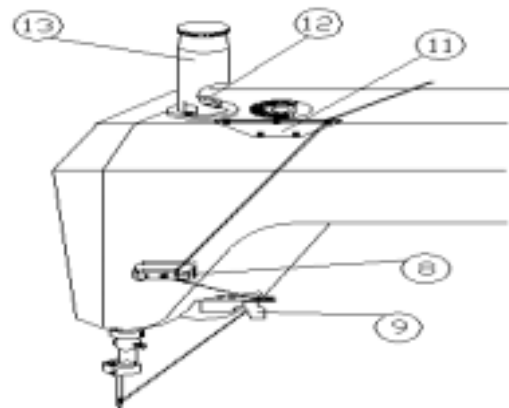
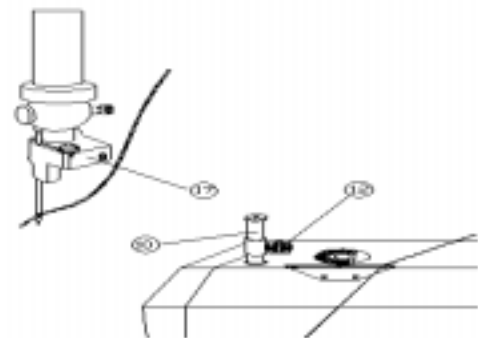

Fig. 2
Fig. 3
- Suba la aguja de máquina, y realice su cara de surco al operador. Monte la lengua de ojo - portada (18), y haga la punta de la lengua debajo del surco de la aguja aproximadamente 0.8 - 1.2 mm. Fig. 2.
- Sujete el final del thread a mano y logre pasar a través del unidad de tensión de thread - frenado y luego el cúter de thread como mostrar en Fig. 3. Presione el pedal ligeramente hacia atrás con el tacón, que la lengua levantará y la ranura de la aguja abrirá. Ponga el thread en el surco de la aguja. Fig. 2.
- El thread debe salir de la tensión la primavera (8) y pasar el cúter (9) situado bajo la cabeza, como mostrar en Fig. 2. Jálalo a la izquierda a a maximum of 90 centímetros. Cada enhebrar debe exceder esta longitud nunca.
- Enhebrar máquina sin mecanismo lengua - levantar con el movimiento manual. Bring la máquina en la posición enhebrando presionando el pedal (6) abajo con el tacón. En este puesto, use la mano derecha para levantar la gorra graduable (10) para liberar el ojo de la aguja de la lengua. Introduce el hilo en el surco cerrará el surco en el ojo de la aguja. Fig. 3.
La presión del planchador pie puede ser ajustado convenir a la tela. Esta presión debe ser ajustado para asegurar el transporte uniforme y seguro de la tela sin el daño. Girar el regulador en sentido de las agujas del reloj incrementa la presión, mientras que girarlo en sentido contrario a las agujas del reloj lo reduce. Fig. 2.